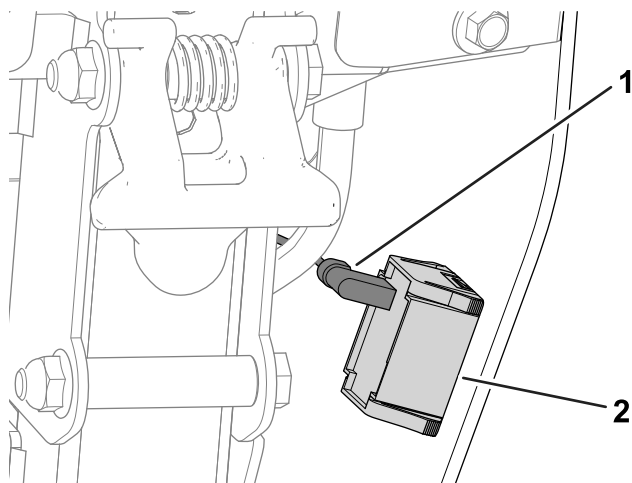

Figura 40
A. Scollegate il connettore del cablaggio preassemblato dal contaore (Figura 40).